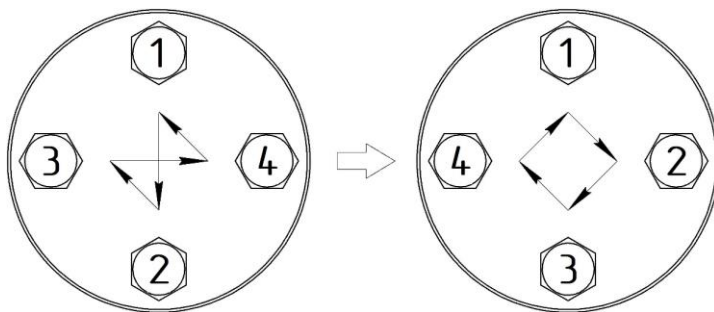

Рисунок 8.1 – Схема затяжки гаек фланцевого соединения
- ослабьте обжимную гайку ⑩ и поверните фланец ⑭ в нужное положение, совместив его отверстия под шпильки с отверстиями на ответном фланце;
- зафиксируйте положение фланца указателя уровня на ответном фланце и снова затяните гайку ⑩ с моментом затяжки, достаточным для герметичного обжатия шейки фланца уплотнителем ⑫);
- затяжку гаек фланцевого соединения следует выполнять равномерно в 3...4 подхода в последовательности «крест-накрест» (см. рис. 8.1). В качестве последней операции рекомендуем затяжку по кругу;
- ослабьте обжимную гайку ⑩);
- закрутите цапковый соединитель ⑪ в резьбой порт емкости, обеспечив герметичность соединения;
- затяните гайку ⑩ с моментом затяжки, достаточным для герметичного обжатия шейки фланца уплотнителем ⑫.